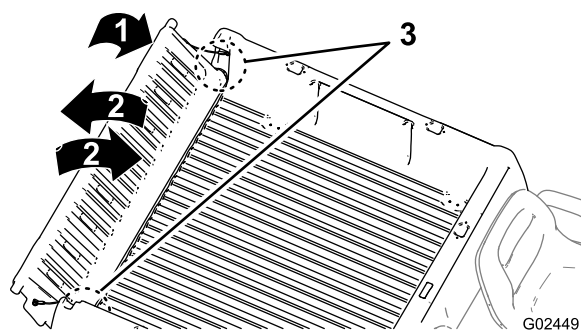

Figura 14
- B. Rode a porta traseira para a posição de aproximadamente 45° (Figura 14).
- C. Com um movimento breve e oscilante — rode a porta traseira para trás e para a frente várias vezes (Figura 14).